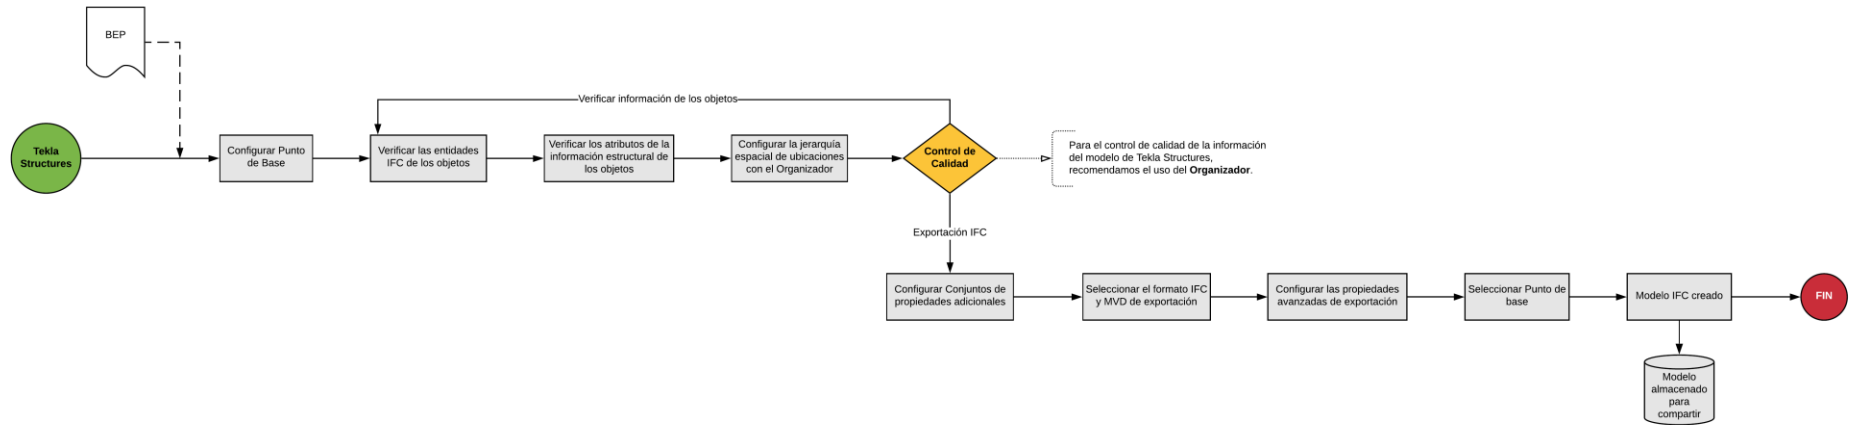

Figura 1 - Flujograma de exportación IFC de Tekla Structures
- Ver flujograma de exportación IFC. (Figura 1)